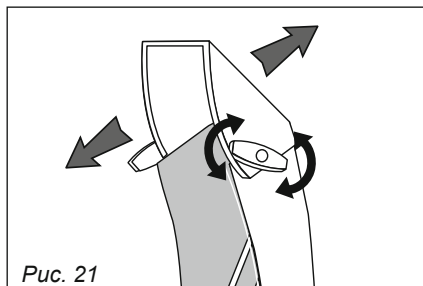

Рис. 21
14.1. Регулировка наклона крыла разгрузочного желоба (рис. 21)